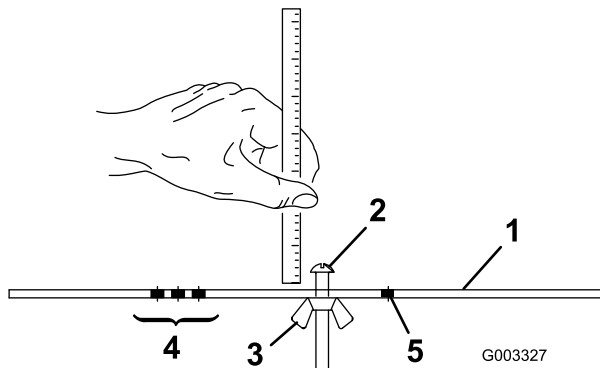

Figura 23
2. Desaperte a porca da barra indicadora (Figura 23) e regule o parafuso de ajuste para a altura de corte desejada. A altura de corte corresponde à distância entre a parte inferior da cabeça do parafuso e a superfície da barra.